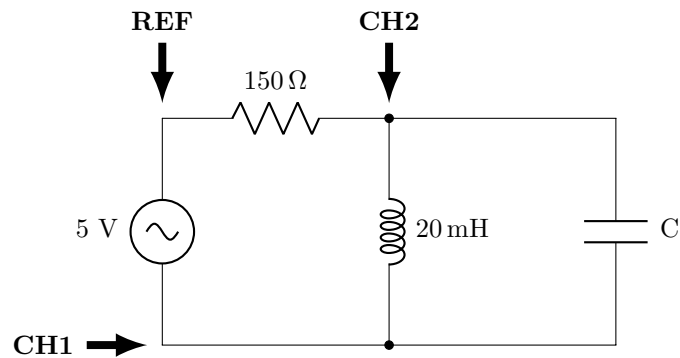

Figura 12.2: Corrección del factor de potencia.
- f. Conecte el capacitor con el valor calculado al circuito tal y como se muestra en la Figura 12.2.